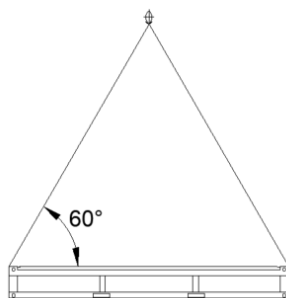
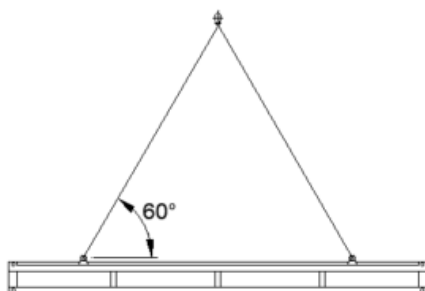

Bild 1
Bild 3
- 10', 16', 20' und 24' moduler resp. paket kan lyftas med en truck (gaffellängd minst 2.450 mm, gaffelbredd minst 200 mm) eller med kran. Repen ska fästas vid de övre modulhörnerna (vid 10', 16', 20') resp. ögonbultar/kranöglor (24'). Vinkeln mellan lyftlinan och den horisontella måste vara minst 60° (bild 1 resp. bild 3). Den erforderliga linlängden för en 20' modul är minst 6,5 m.